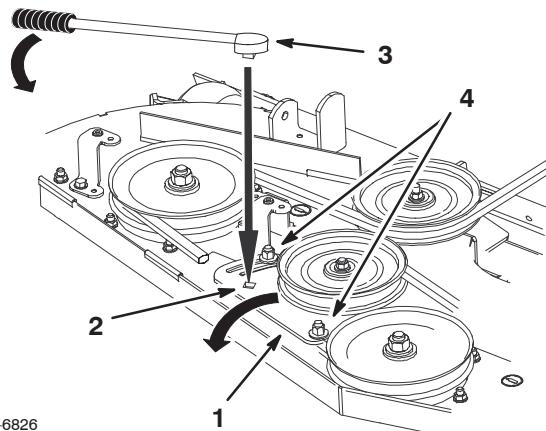

Figure 75
4. Desserrez l'écrou de fixation de la plaque du bras de tension et déplacez la plaque pour détendre la courroie sur la poulie de tension (Fig. 75).
- Si un réglage est nécessaire, desserrez la plaque de la poulie de tension et effectuez le réglage (Fig. 75).
- Insérez un manche à rochet ou une barre de levier dans le trou carré de la plaque pour régler la tension (Fig. 75).
- Pour augmenter la tension de la courroie, tournez la plaque de la poulie de tension jusqu'à ce qu'une résistance soit sentie et que la rotation s'arrête. Ne continuez pas quand elle s'arrête (Fig. 75).
- Serrez les boulons de fixation de la plaque (Fig. 75).
- Réglez la tension de la courroie et la plaque de la poulie de tension au besoin, et serrez fermement toutes les fixations (Fig. 75).